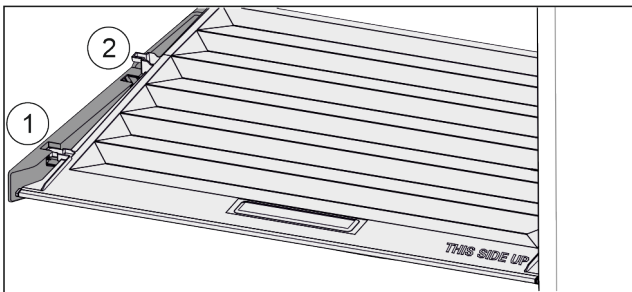

Fig. 109
- ▶ Потянуть крышку до отверстия в поддерживающих деталях вперед Fig. 109 (1).
- ▶ Поднять сзади снизу и извлечь Fig. 109 (2) движением вверх.